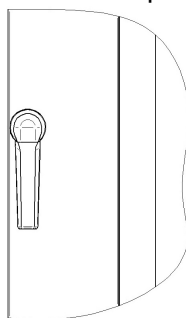

Рис. 5. Первоначальное положение ручки двери
- Первоначальное положение двери. Дверь печи в закрытом положении (Рис. 5);